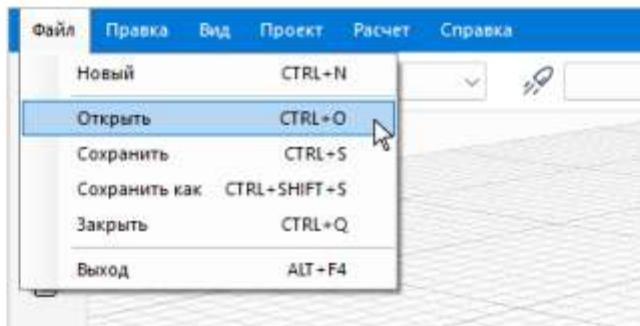

Рисунок 4.3 – Открытие проекта
- выполнив команду **Файл → Открыть** (см. Рис. 4.3);